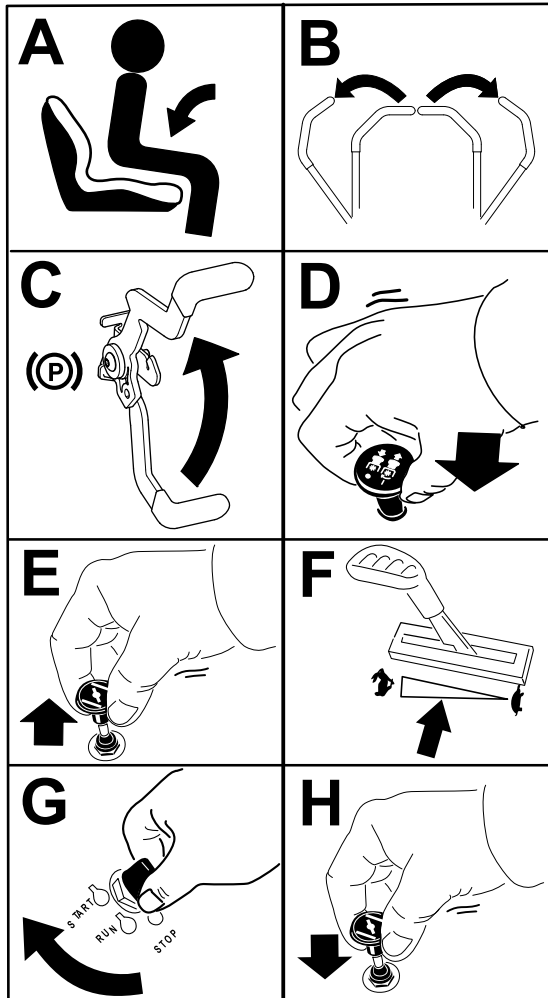

Figura 21
1. Desengrane las cuchillas moviendo el mando de control de las cuchillas a la posición de DESENGRANADO (Figura 21).